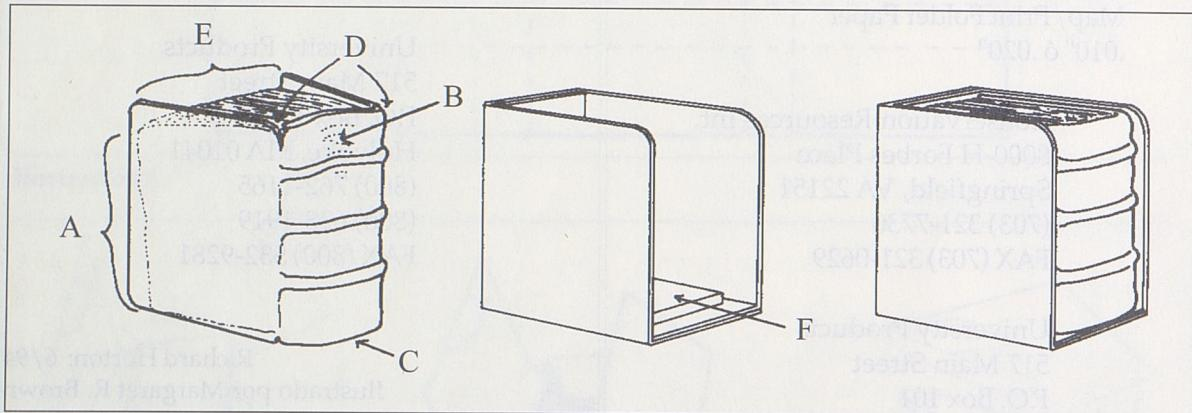

Ilustración 1
Muchos encuadernadores occidentales nunca han controlado los factores de presión ejercidos sobre un libro almacenado en forma vertical (Ilustración 1): la caída del cuerpo del libro entre las tapas (A) trae como resultado ese aplanamiento característico del tope del lomo (B) y un sobreredondeamiento del pie (C), provocando rupturas en los cajos (D). Dichas presiones aumentan cuando el libro cerrado queda sin soporte, libre para expandirse y parcialmente abierto (E). Conscientes de todo esto, el personal bibliotecario afectado trata de mantener muy apretadas sus estanterías de libros, lo cual propicia, durante la extracción de cualquier libro, daños en la cabezada del mismo y abrasión tanto de sus tapas como de las de los libros aledaños. Si un libro con pie (la parte de las tapas que se extiende más allá de la parte inferior del cuerpo del libro) debe colocarse en forma vertical, el mejor método a emplear es el de colocarlo por completo dentro de una caja a la medida y bien construida, que incluya un soporte destinado a impedir la caída del cuerpo del libro cerrado. Si esto no es posible debido a la necesidad de tener a la vista el libro como un elemento decorativo, se debe por lo menos mantener su frente bien cerrado y disponer de una pieza de soporte a la medida